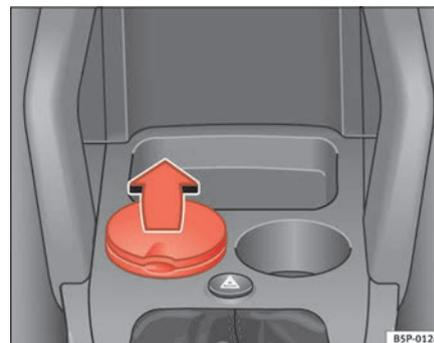

Fig. 115 Posacenere all'interno del portabicchieri anteriore
- Per aprire il posacenere, sollevare il coperchio ⇒ fig. 115.